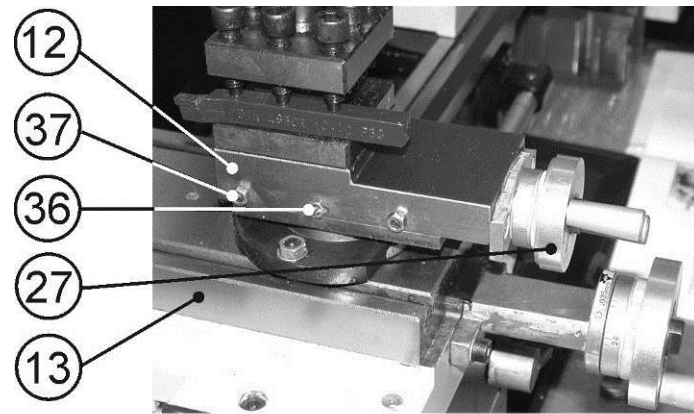

Рис.3
9.1. Регулировка перемещения поворотного суппорта (Рис. 3, 4)